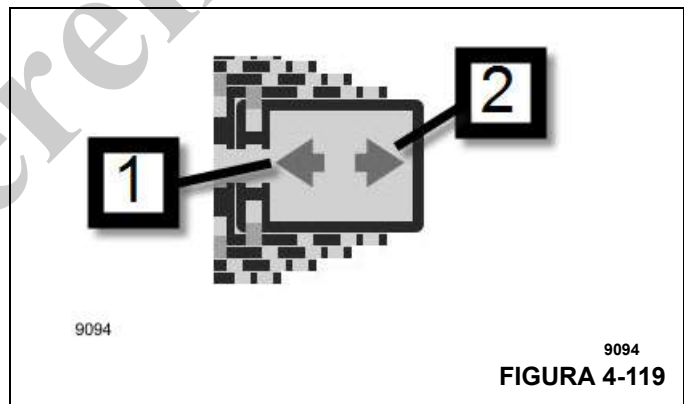

FIGURA 4-119
La telescopización se inicia solo si aparece la flecha izquierda de retracción (1, Figura 4-119) o la flecha derecha de extensión (2) en el lugar indicado de la pantalla de funcionamiento (ya sea la pantalla de telescopización semiautomatizada manual).